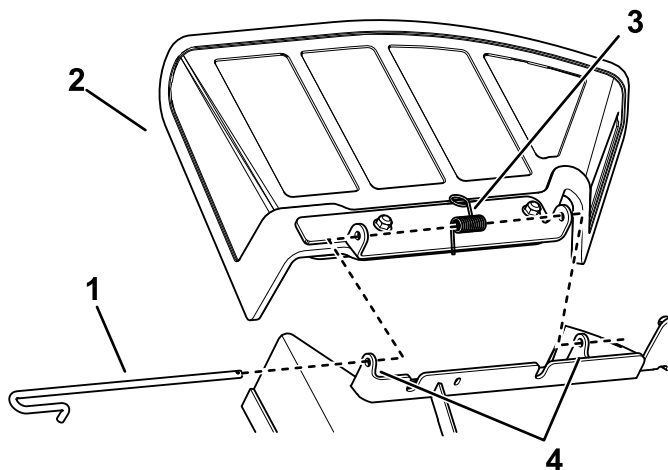

Figura 67
1. Desenganche el muelle y retire la varilla de los soportes soldados de la carcasa, el muelle y el deflector de descarga (Figura 67).
3. Coloque el nuevo deflector de descarga con los extremos de los soportes entre los soportes soldados de la carcasa, e instale la varilla y el muelle como se muestra en la Figura 67.
4. Coloque el extremo de la varilla en la muesca del soporte (Figura 67).